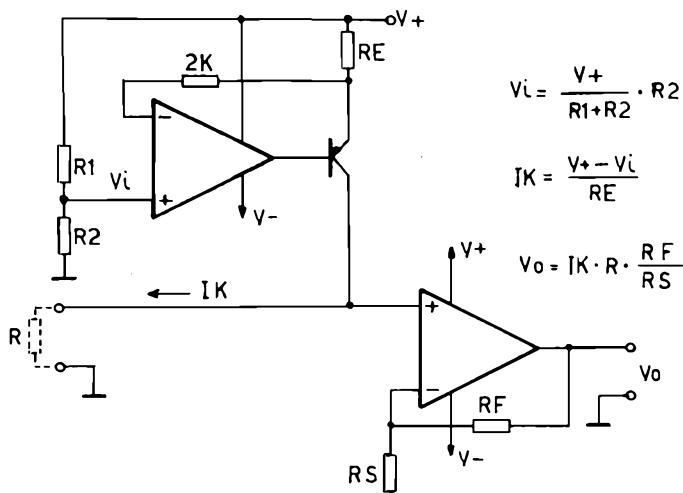

Figura 11 - Schema elettrico dell'ohmmetro.
elevata precisione. Fra le più note applicazioni vi è l'impiego in multimetri digitali. Le figure 9 e 10 evidenziano due tipi di partitori: nel primo caso occorrono resistenze di elevata precisione, poiché l'errore di una sola resistenza influisce sul rendimento di tutte le altre. I diodi posti all'uscita servono ad escludere un'involontaria, ma eccessiva, tensione di ingresso; inoltre proteggono l'ingresso del circuito integrato limitandone la tensione a circa 2,4 V. L'ideale sarebbe questo circuito, ma per ovviare all'uso di componenti troppo difficili da reperire si può adottare il partitore di figura 10 a resistenze indipendenti. Questo circuito possiede la taratura di ogni scala indipendente. La figura 11 illustra lo schema a blocchi e lo schema elettrico del circuito per misurare le resistenze; è formato da un generatore di corrente costante (IK) e da un amplificatore adattatore di livello per il voltmetro. La tensione d'uscita sarà la IK X R X il guadagno dell'amplificatore operazionale adattatore di livello. Nella figura sono indicate queste formule ed anche